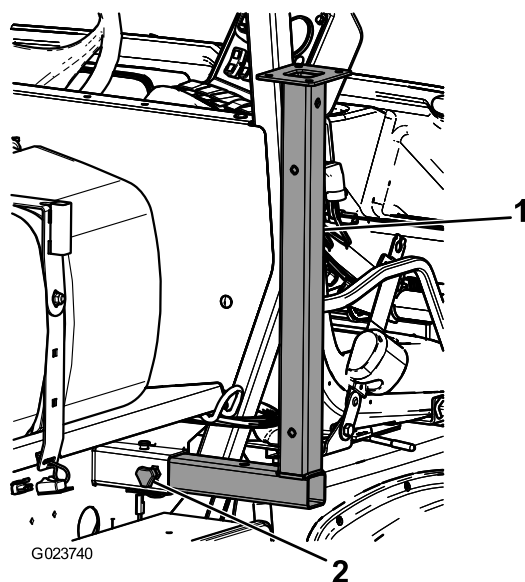

Figura 49
1. Introducei suporturile de cric frontale cu susul în jos în cadru, lângă punctele frontale de ancorare (Figura 49).